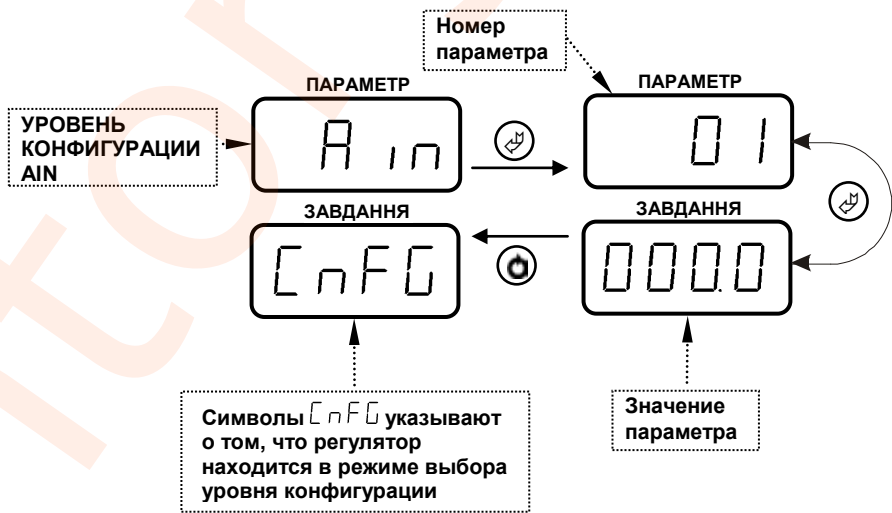

Рисунок 4.4 – Индикация уровня режима конфигурации, номера параметра и значения параметра.
- Параметры разделены по группам, каждая из которых называется "уровень". Каждое заданное значение (элемент настройки) в этих уровнях называется "параметром". Параметры, используемые в регуляторе МИК-111, сгруппированы в 13 уровней и представлены на диаграмме – см. рис 4.3. Индикация уровней режима конфигурации, номеров и значений параметров показаны на рис. 4.4.
В дальнейшем по тексту руководства по эксплуатации идет ссылка на параметр из таблицы параметров регулятора в виде XXX.YY (например AIN.01), где XXX – название уровня конфигурации, а YY – номер параметра (смотри рисунок 4.4).